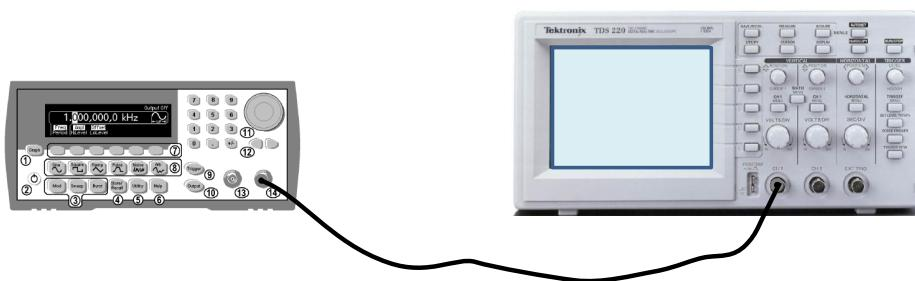

Figura 3. Mesura de la tensió de sortida del generador de formes d'ona.
**ACCIÓ:** Connecta el GF al canal CH1 de l'oscil·loscopi utilitzant un cable coaxial BNC-BNC tal com mostra la Figura 3.
**ACCIÓ:** Connecta directament el generador amb l'oscil·loscopi segons la Figura 3. Segueix les passes que has descrit a la qüestió 1.8 per obtenir el senyal d'aquesta qüestió. No oblidis de també configurar correctament la impedància de càrrega al GF. **NOTA:** la pestanya del període de repetició de polsos només surt si el *trigger setup* està configurat amb la font interna de senyal de sincronisme. Si no veus aquesta pestanya selecciona: *trigger setup => Source => Int => Done*. Després de fer això ves cap a la pestanya del *Burst Period* i configura el seu valor amb 10 ms.